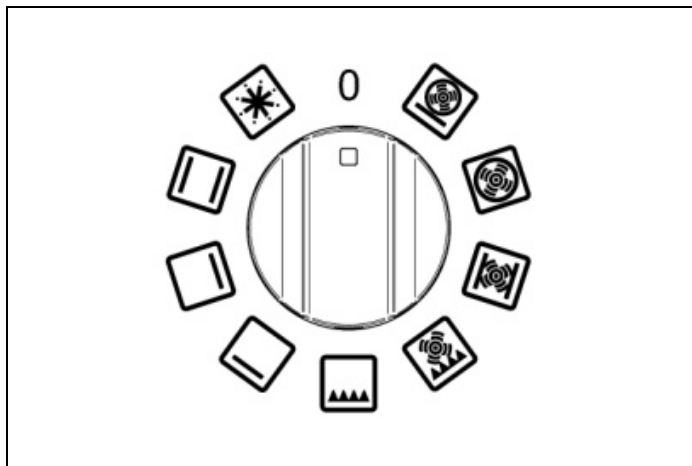
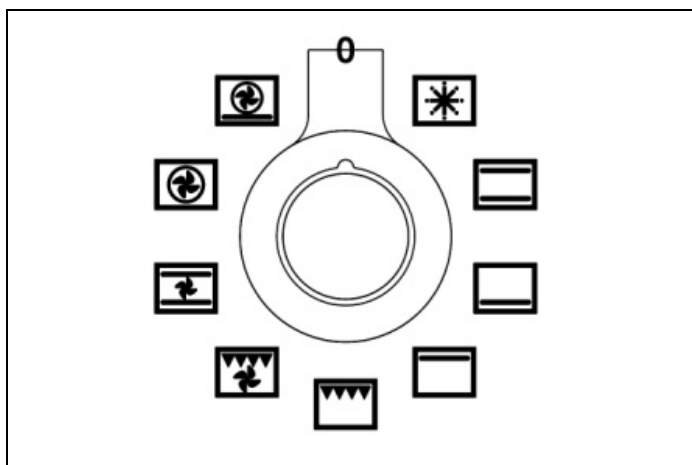
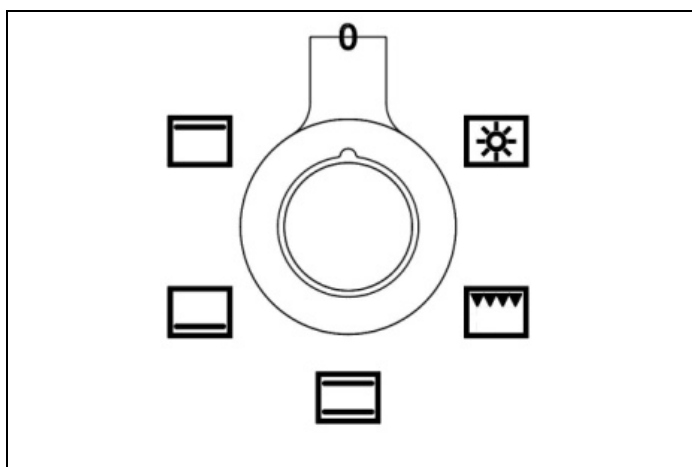

Fig. 25
Fig. 26
Fig. 27
- 1) Tourner le bouton des fonctions (Fig. 25 - Fig. 26 et Fig. 27 ) dans le sens des aiguilles d'une montre pour sélectionner la fonction souhaitée.